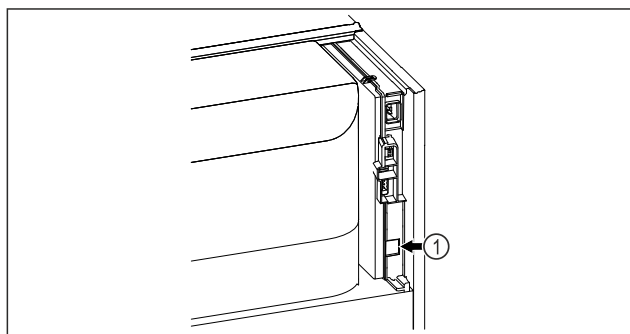

Fig. 99
- ☐ Vstavljen je SmartModule Fig. 99 (1).